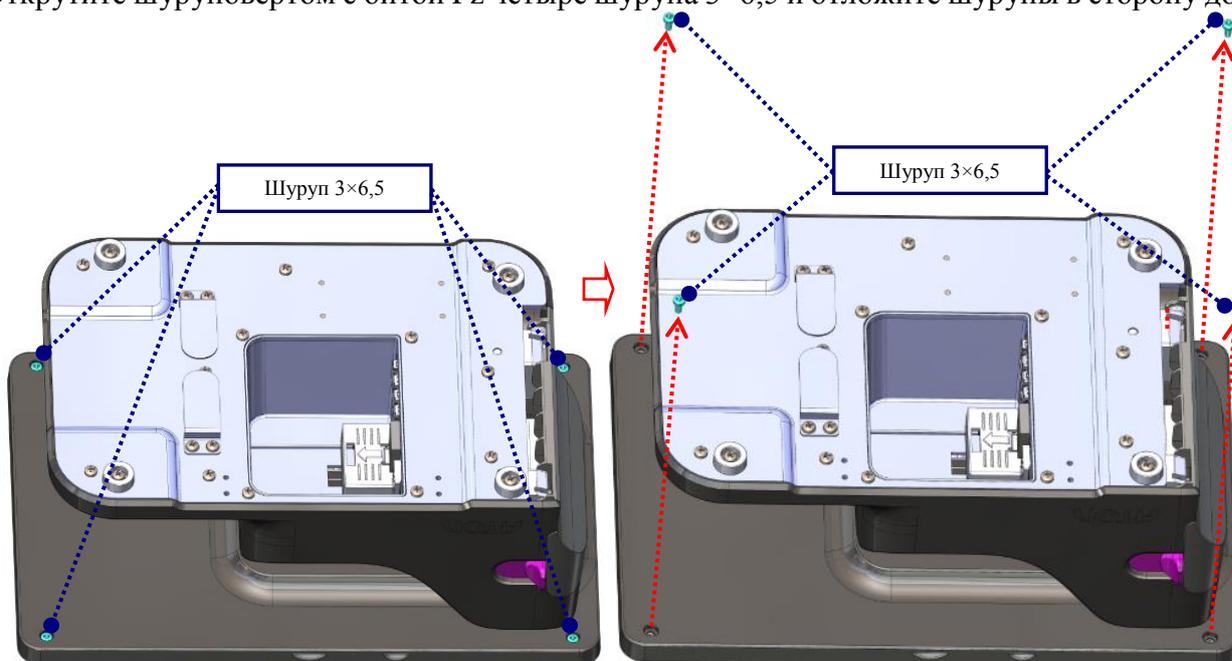

Рисунок 3.1. Разборка планшета
3.1 Аккуратно переверните устройство АТОЛ 150Ф и установите на рабочем месте планшетом вниз (рис. 3.1), предварительно подложив под рабочую поверхность мягкую ткань.